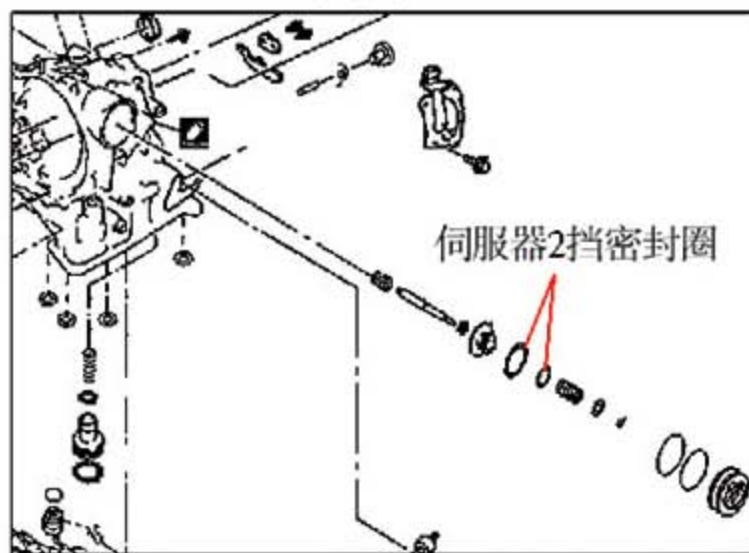

图 4
- 9). 根据以上 2 挡的传动路线, 维修人员分析应该是制动带未正常工作导致 2 挡出现打滑。于是维修人员拆下变速器, 对制动带相关部件进行检查, 使用压缩空气给伺服缸 2 挡油压腔 (图 3) 加压时, 伺服器无明显工作迹象, 说明有泄压现象, 经仔细排查发现伺服器 2 挡的密封胶圈损坏 (图 4), 可能是在更换自动变速器大修包 (包含各种密封胶圈及垫片) 中零件时不小心将其损坏。